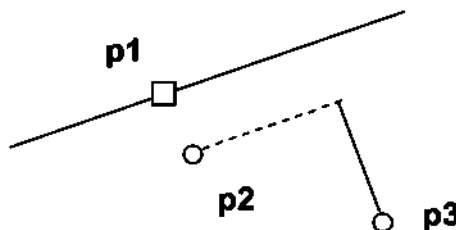

Рис. 1.10 - Построение отрезка, перпендикулярного заданной прямой
2) **Перпендикулярный отрезок**: а) указать графическим курсором прямую (точка **p1**), которой должна быть перпендикулярна другая прямая; б) указать графическим курсором последовательно две точки **p2** и **p3** (рис. 1.10).